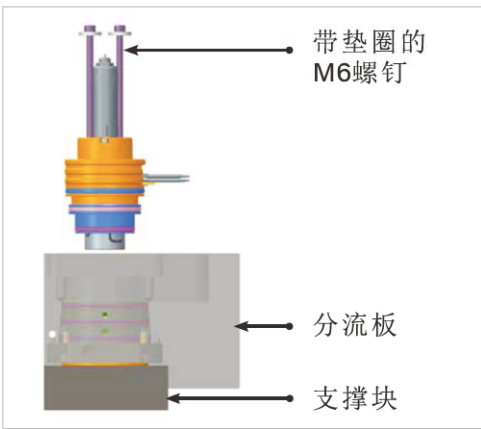

图11-22 支撑块，分流板型腔板，SlimStack单元
3. 在分流板型腔板下方放置分流板或支撑块，以固定待组装的Slimstack单元。见图11-22。